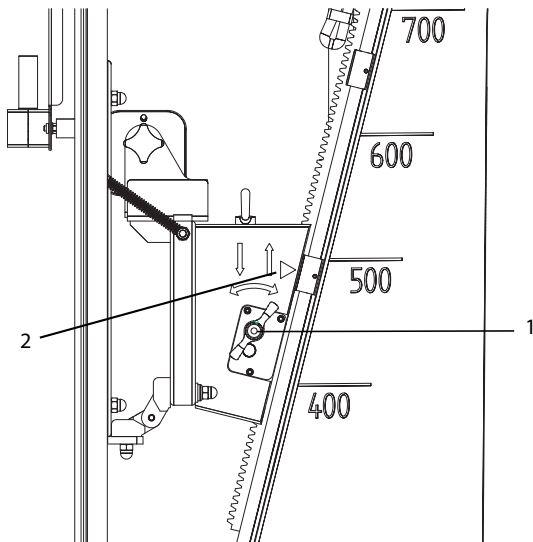

Fig. 9: Desplazar hacia arriba
2. Ajustar el desbloqueo vertical hacia abajo (girar hacia la izquierda). Véase también fig. 9.